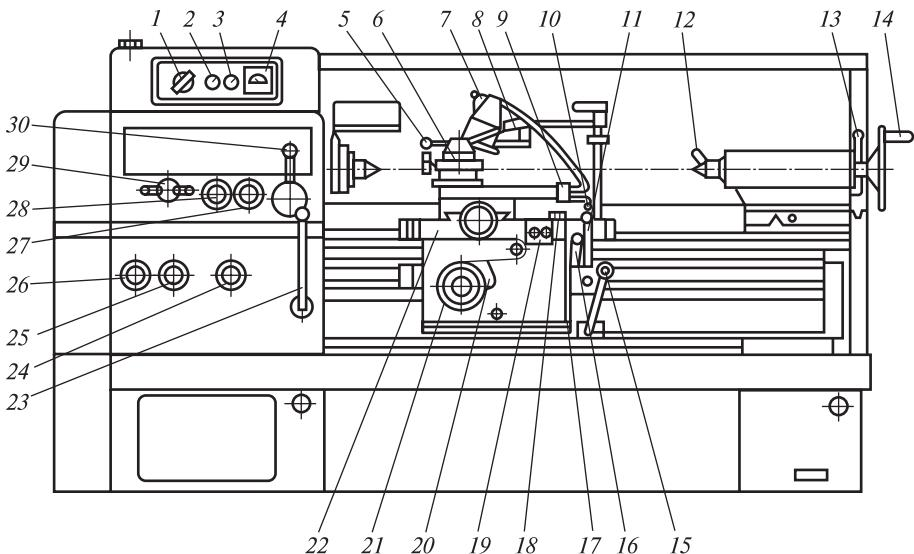

Рис. 1.1. Токарно-винторезный станок модели 16К20
10. Перечислите основные узлы токарно-винторезного станка, изображенного на рис. 1.1:
12. Напишите номера позиций, которыми на токарно-винторезном станке (рис. 1.1) обозначены следующие элементы: